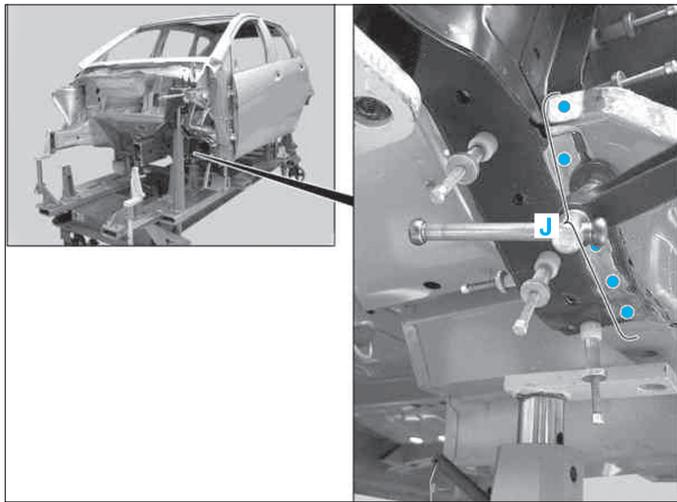

FIG. 25
- Souder les points dans la zone (J) (Fig.25).